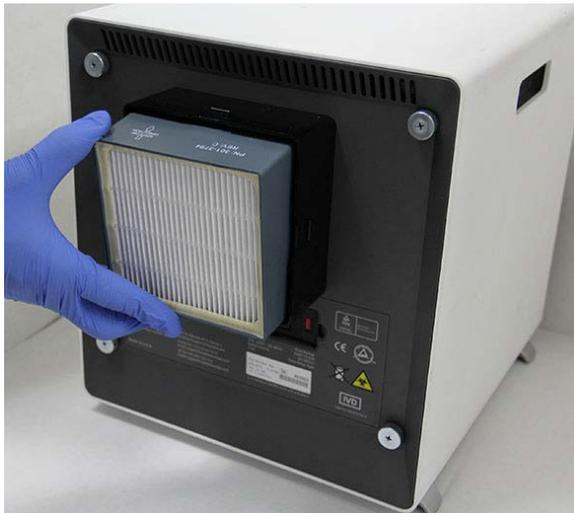

Abbildung 9-29. Wiederanbringen des HE-Filters
1. Setzen Sie den neuen HE-Filter in das Filtergehäuse ein. Der Pfeil auf dem HE-Filter zeigt dabei nach innen zum Instrument hin. Siehe Abbildung 9-29.